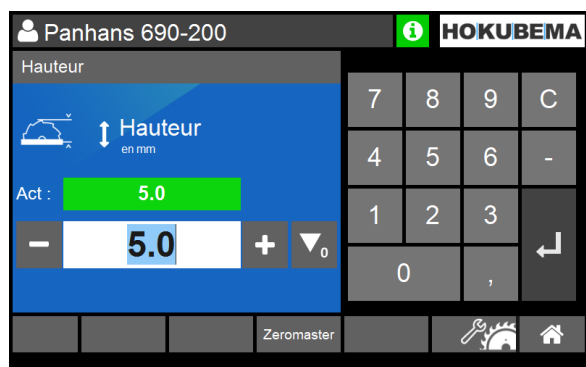

Figure 46 : réglage en hauteur de la lame de scie
2. Saisir la position en hauteur souhaitée en mm (⇒ Figure 46).
4. Démarrez l'opération avec le bouton de positionnement (2).